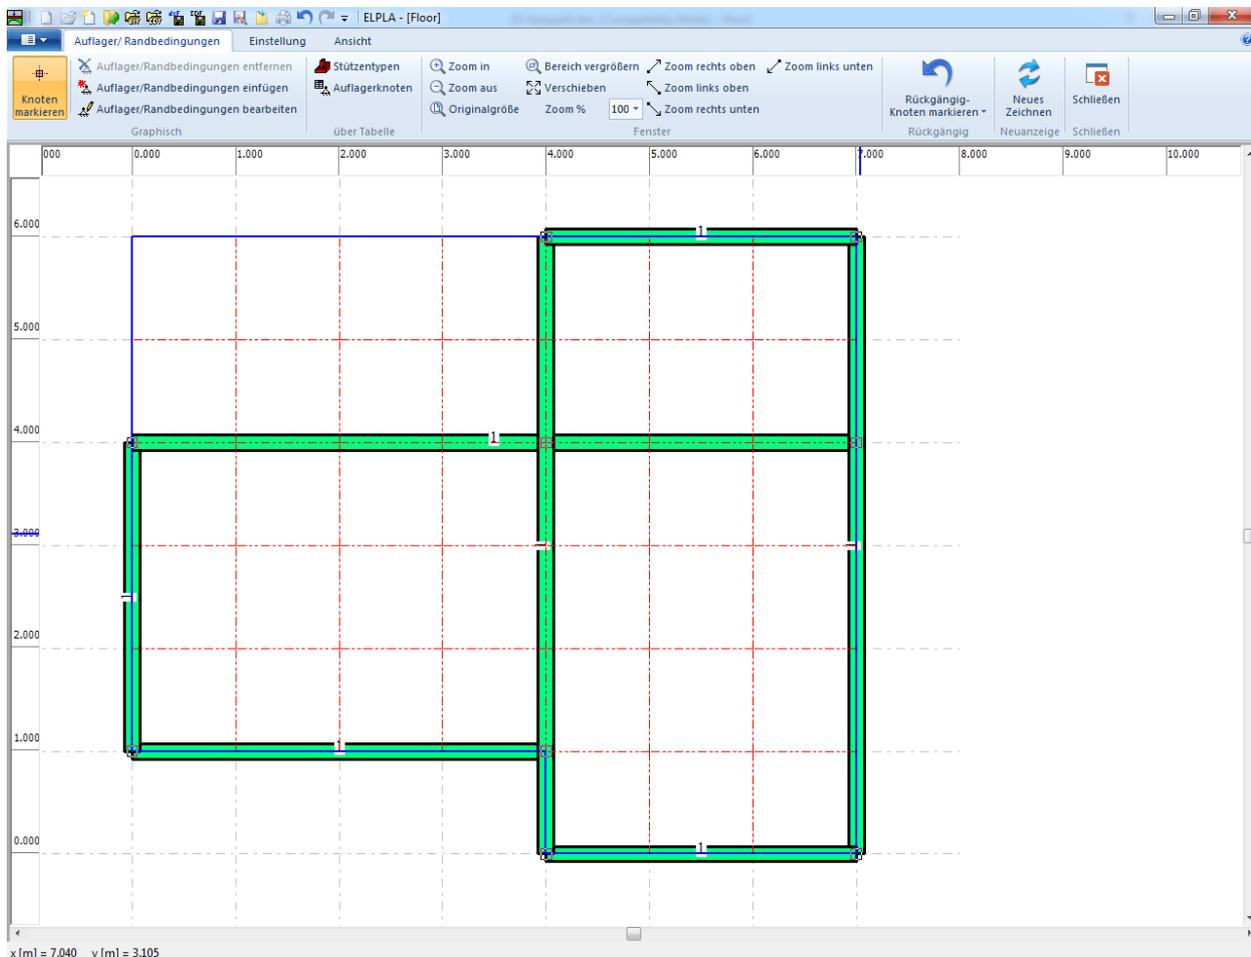

Bild 2.23 Einfügen der 9 Träger mit der Maus (erkennlich an kleinen Rechtecken)
- Klicken Sie die linke Maustaste auf die gewünschten Knoten mit Stützen, wie im Bild 2.23 gezeigt
- Nach dem Auswählen von Knoten der Stützen wählen Sie den Befehl "Auflager einfügen" aus dem Menü "graphisch" im Bild 2.23